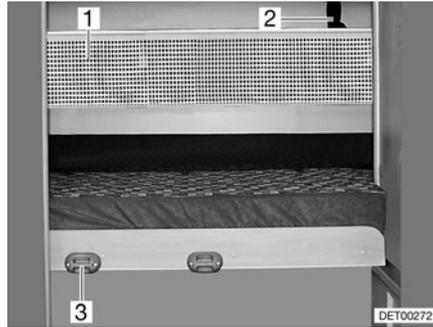

Fig. 56 Red de seguridad
- Enganchar la escalera de ascenso con los largueros en el soporte (Fig. 56,3) en el panel.
La red de seguridad (Fig. 56,1) viene de serie entre el colchón y el somier. Apenas extender la red de seguridad cuando la persona ya se encuentre en la cama.
- Engatillar las cintas de sujeción (Fig. 56,2) en los soportes en el techo.